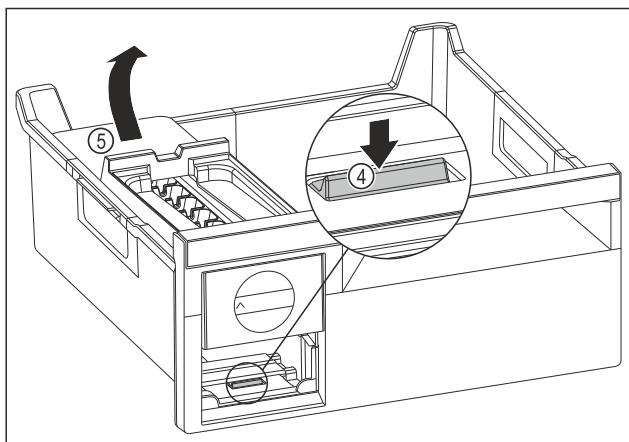

Fig. 136
- Odoberte korpus EasyTwist-Ice: Strmeň Fig. 136 (4) zatlačte prstom nadol a súčasne druhou rukou zdvihnite zozadu korpus EasyTwist-Ice Fig. 136 (5).